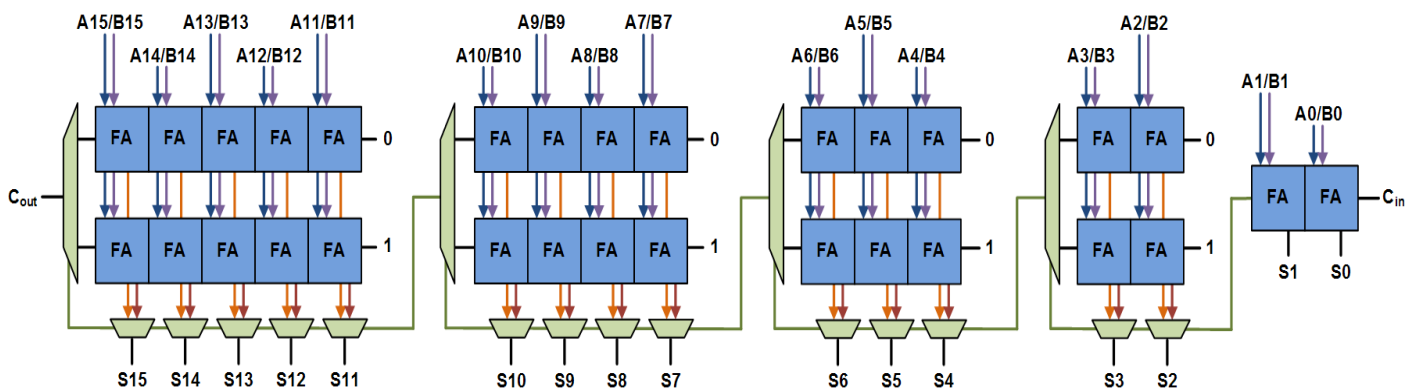

Figura 2. CSA de 16 bits con tamaño de bloque variable 2-2-3-4-5
- 4 (1.25 puntos)** Se pretende diseñar un sumador rápido de 16 bits. Considere el circuito de la figura 2, correspondiente a un sumador CSA (Carry-Select Adder) con tamaño de bloque variable: 2-2-3-4-5. Asuma que los FA (Full Adder) se diseñan con puertas lógicas y los retardos son: 3ns (suma) y 2ns (acarreo). Suponga que los multiplexores tienen un retardo de 2 ns.